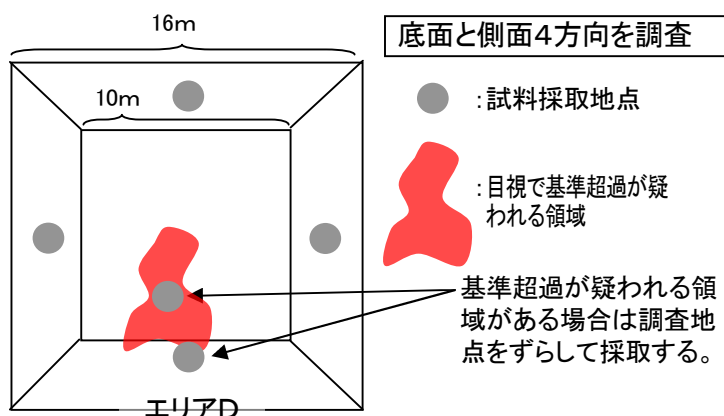

図1試料採取の方法
- ①掘削終了後の底面および側面4方向の計5地点で調査を実施。
- ②各面での試料採取方法は、次のとおり(下図1参照)。